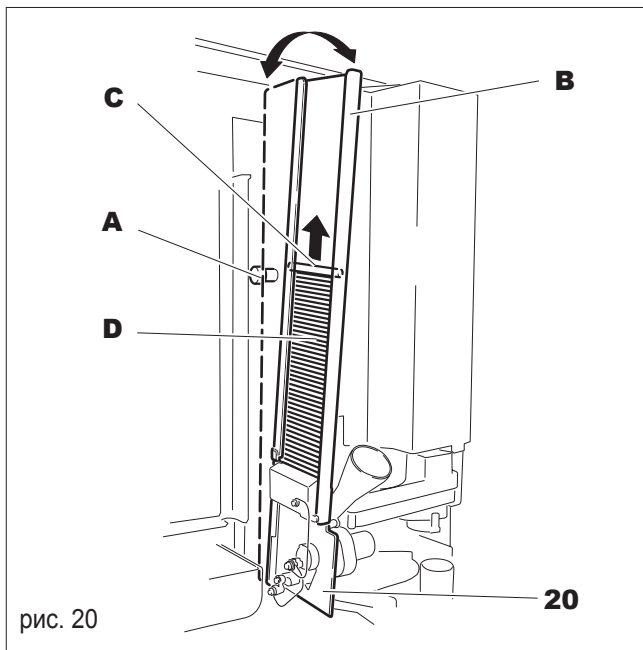

рис. 20
Для загрузки мешалочек в специальный диспенсер (20, рис. 20), необходимо:
- Ослабить рукоятку (А, рис. 20);
- Вручную повернуть направляющую (В, рис. 20);
- Вытащите из направляющей грузик (С, рис. 20);
- Поместите размешиватели в направляющую (D, рис. 20);
- Закрепите рукоятку А, рис. 20.